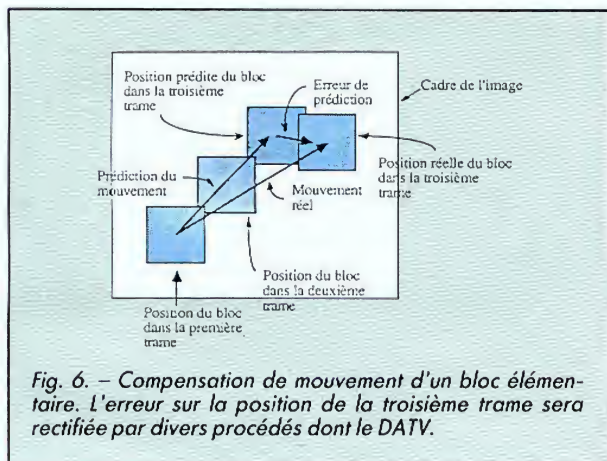

Fig. 6. — Compensation de mouvement d'un bloc élémentaire. L'erreur sur la position de la troisième trame sera rectifiée par divers procédés dont le DATV.
- Le sous-échantillonnage, dont le principe est explicité figure 6 et qui consiste à « oublier » un point sur deux de l'image et à transmettre les autres points en quatre trames successives, entrelacées deux par deux. Il faut donc le temps de deux trames pour reconstituer une image complète. Avec un balayage progressif à 50 Hz, cela signifie un échantillonnage temporel de 12,5 images/seconde et cette
d'un bloc a varié d'une trame à la suivante, ce qui pourra se faire en comparant la représentation numérique d'un bloc donné à celle des blocs, de même taille et voisins, de la trame suivante (fig. 5). Quand cette comparaison amène presque l'identité avec une représentation d'un bloc à une autre position, c'est que l'objet s'est déplacé de la première position à la seconde. Cette détermination faite à l'aide des deux premières trames permet de prédire la position du bloc dans la troisième trame par simple extrapolation linéaire (fig. 6). Si la position prédite n'est pas la bonne, elle ne s'en trouve pas loin, et cette nouvelle position peut alors être évaluée et signalée au récepteur — nous verrons comment plus loin — avec, comme avantage, le fait que l'erreur de distance étant faible, il faudra peu de bits pour corriger l'erreur de prédiction et ainsi compenser le mouvement.
Ainsi donc, il est possible de classer les blocs élémentaires suivant les trois catégories dont il a été question ci-dessus. Ce classement se fait en cherchant à déterminer simultanément à quelle catégorie appartient chacun des blocs. Si un bloc est classé, à la transmission, comme étant immobile (zone fixe de l'image), alors ce bloc est transmis comme indiqué figure 6. Pour le récepteur, averti qu'il s'agit d'un bloc fixe, la même trame sera visualisée quatre fois. Si maintenant il s'agit d'un bloc en mouvement et compte tenu de la moindre sensibilité de l'œil aux détails spatiaux en mouvement, le signal numérique peut être filtré avec un filtre passe-bas qui diminuera sa fréquence maximale, et ensuite être sous-échantillonné, les conditions de ce filtrage et de ce sous-échantillonnage adaptatifs ont lieu de façon à réduire le nombre des échantillons dans un rapport 4. A la réception, une interpolation permettra de retrouver la résolution spatiale de départ.